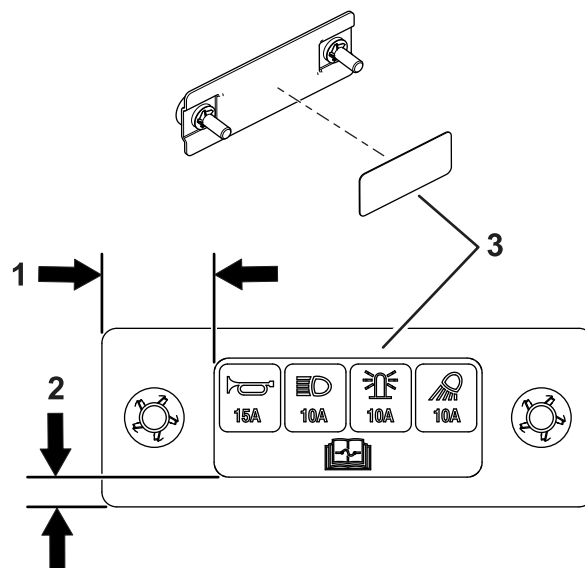

Figura 11
12. Applicate l'adesivo sul coperchio fusibili come mostrato nella Figura 11.